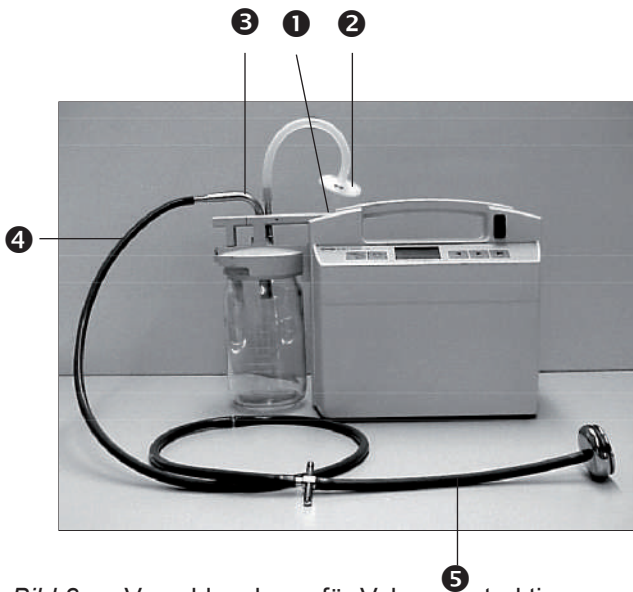

Bild 8a. Verschlauchung für Vakuumentextraktion
- Verbinden Sie einen kurzen Schlauch mit dem Pumpenstutzen (①, Bild 8a) und dem Bakterienfilter (②). Schließen Sie auf der bedruckten Seite des Bakterienfilters den zweiten kurzen Schlauch an und verbinden Sie ihn mit dem senkrechten Stutzen des Doppelstecknippels (③). Verbinden Sie den waagrechten Stutzen des Doppelstecknippels mittels VE-Saugschlauch (④) mit dem Kreuzgriff der Sauglocke (⑤).